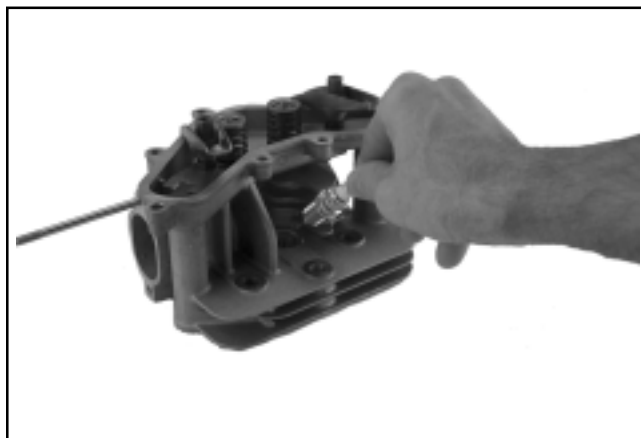

**Figure 8-31. Dépose du drain du carter.**
- Retirer le drain de la fente en forme de trou de serrure dans le carter. Voir la Figure 8-31.